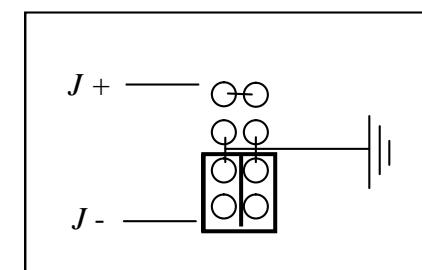

Рис. 9 Заземление минусовой клеммы
- 10.3 На основной плате возле положительной выходной шины найдите разъем заземления – см. рис. 9. Заводская установка перемычки – заземление по минусовой клемме источника.